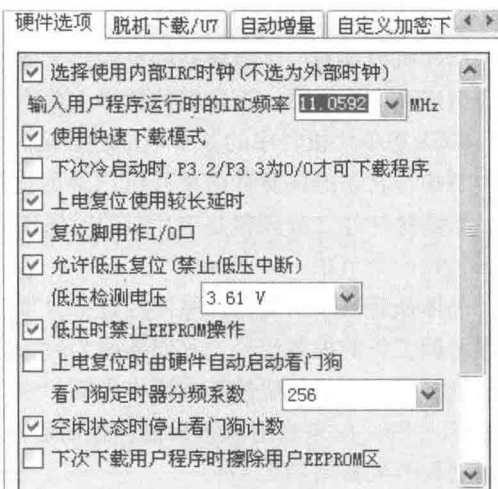

图 1-3 时钟频率设置
(4) 单片机的时钟与时序。STC15F2K60S2 单片机可以选择使用片内 RC 振荡器时钟或外部时钟。片内 RC 振荡器时钟的选择需要通过 STC 公司提供的 STC-ISP 软件进行设置,STC-ISP 软件启动运行后,时钟频率设置如图 1-3 所示。时钟频率 f_{osc} 可在 5~35MHz 的范围内选择。